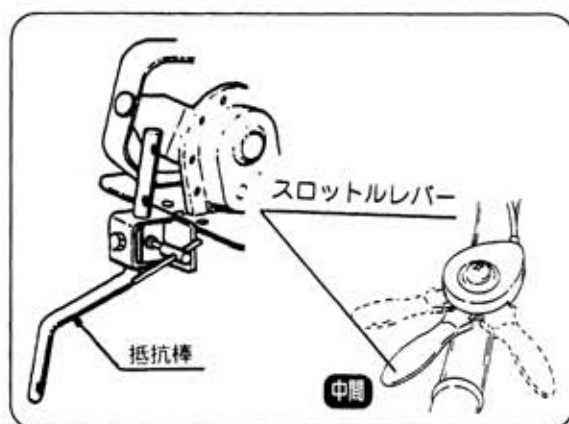

図17
1) 耕す深さの調整方法 (図17・18)
- ① 抵抗棒によりハンドルの高さの調整および進行スピードの調整をおこないます。